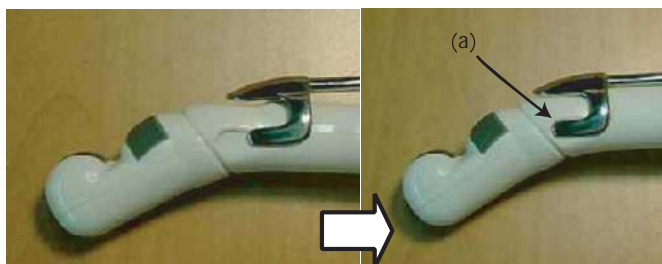

Figure 17-34. Alignement des guides de biopsie
2. Alignez l'embout du guide de biopsie au bord de l'axe de la sonde (Figure 17-34 - étape a).